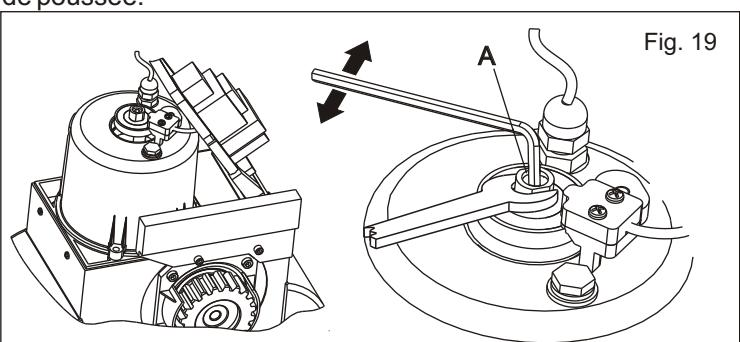

Fig. 19
- Agir sur le grain "A" (Fig. 19) de manière suivante: